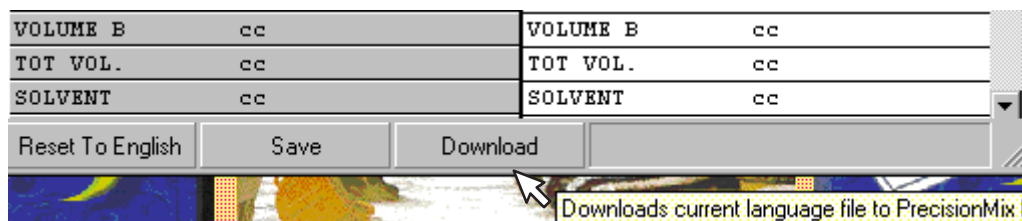

Fig. 13.65
8. Télécharger vers l'aval le fichier langue de l'écran de production en appuyant sur le bouton Download. Voir Fig. 13.65.